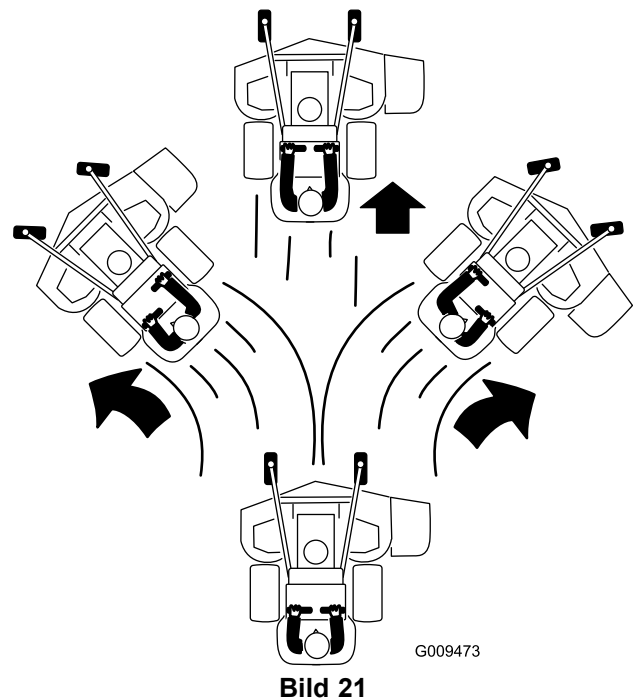

Bild 21
4. Schieben Sie die Fahrantriebshebel langsam nach vorne (Bild 21).